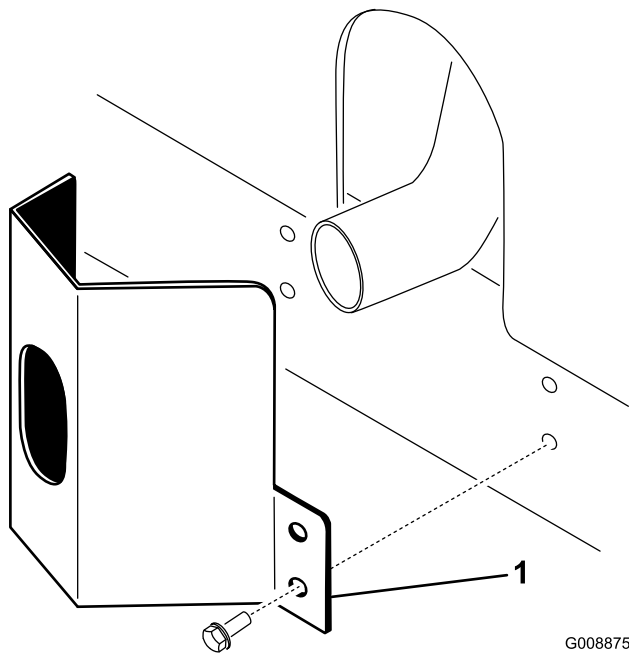

図 10
1. フレームについている取り付け穴に合わせてマフラー一部にガードを取り付ける 図 10。
2. タップねじ本で固定する 図 10。